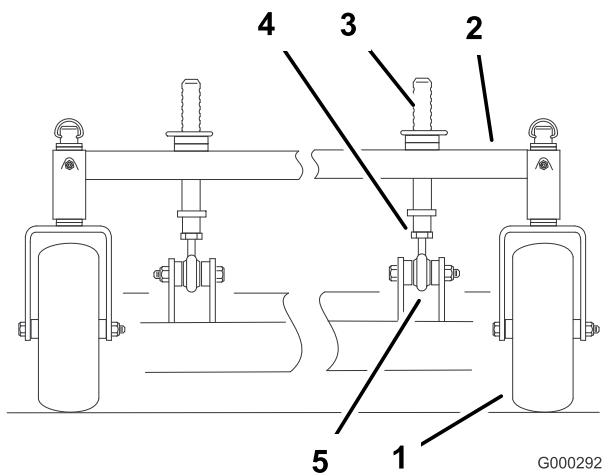

Figure 57
- Vous pouvez régler les montants de hauteur de coupe avant pour modifier l'inclinaison avant/arrière (Figure 57).
2. Pour élever l'avant du plateau de coupe, desserrez le contre-écrou et tournez la goupille avant dans le sens horaire (Figure 57).
3. Pour abaisser l'avant du plateau de coupe, desserrez le contre-écrou et tournez la goupille avant dans le sens anti-horaire (Figure 57).
6. Resserrez les écrous de blocage (Figure 57).